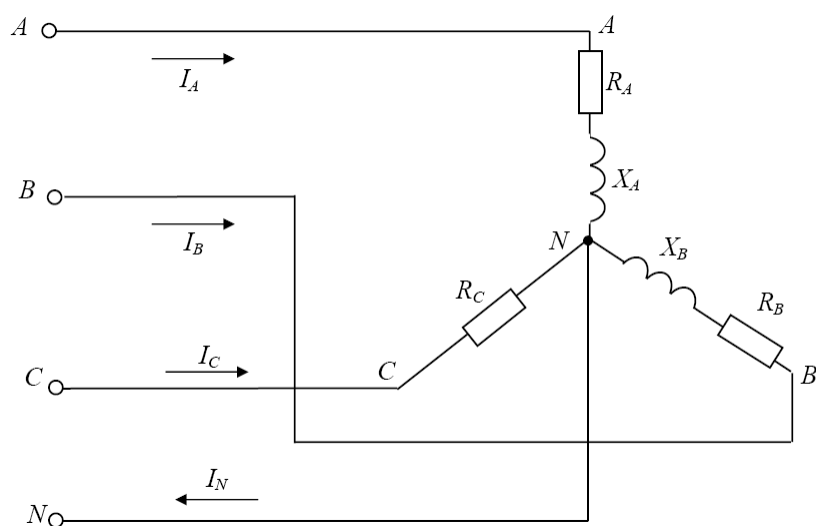

Рис. 2
21. Имеется трехфазная четырехпроводная электрическая цепь с нагрузкой, соединенной «звездой» (рис. 2). $U_L=380$ В; $R_A=6$ Ом; $R_B=8$ Ом; $R_C=10$ Ом; $X_A=8$ Ом; $X_B=6$ Ом. Определить: фазные и линейные токи; активную, реактивную и полную мощности. Построить векторную диаграмму.
22. Имеется трехфазная четырехпроводная электрическая цепь с нагрузкой, соединенной «звездой» (рис. 2). $U_L=380$ В; $R_A=8$ Ом; $R_B=10$ Ом; $R_C=12$ Ом; $X_A=6$ Ом; $X_B=8$ Ом. Определить: фазные и линейные токи; активную, реактивную и полную мощности. Построить векторную диаграмму.
23. Имеется трехфазная четырехпроводная электрическая цепь с нагрузкой, соединенной «звездой» (рис. 2). $U_L = 220$ В; $R_A = 6$ Ом; $R_B = 8$ Ом; $R_C = 10$ Ом; $X_A = 10$ Ом; $X_B = 8$ Ом. Определить: фазные и линейные токи; активную, реактивную и полную мощности. Построить векторную диаграмму.
24. Имеется трехфазная четырехпроводная электрическая цепь с нагрузкой, соединенной «звездой» (рис. 2). $U_L = 380$ В; $R_A = 4$ Ом; $R_B = 6$ Ом; $R_C = 8$ Ом; $X_A = 6$ Ом; $X_B = 4$ Ом. Определить: фазные и линейные токи; активную, реактивную и полную мощности. Построить векторную диаграмму.